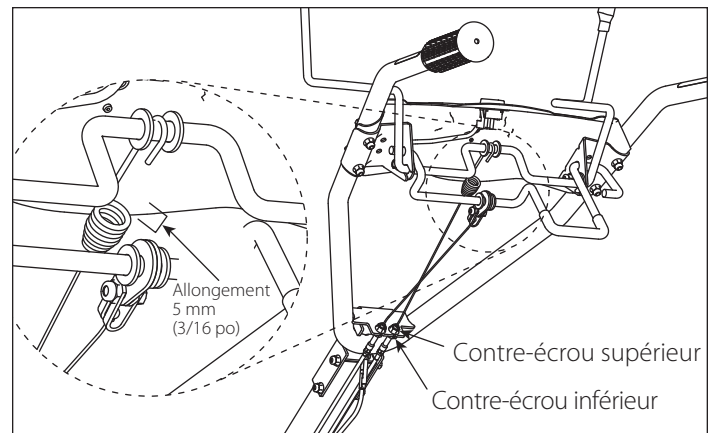

Figure 18
1. Desserrer le contre-écrou supérieur sur le guidon. VOIR FIGURE 18